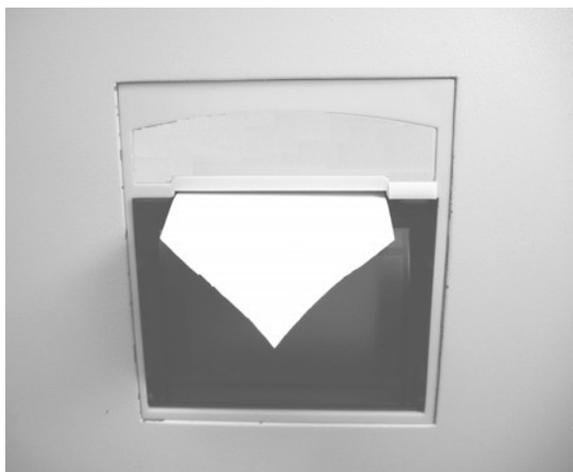

Рисунок 4-7 Закройте крышку принтера
4. Закройте крышку принтера, как показано на рис. 4-7.